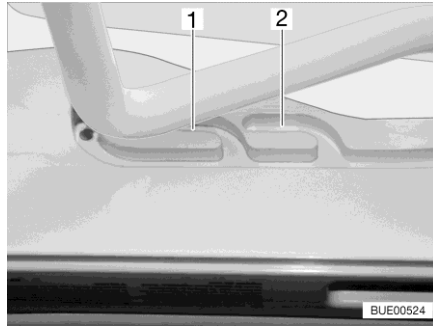
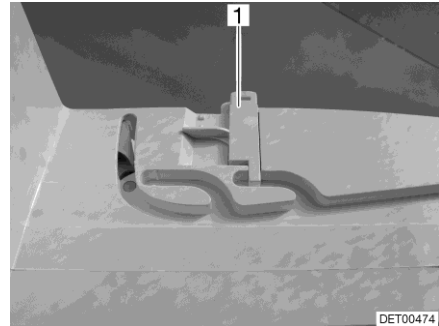

Fig. 122 Glissière (position de ventilation)
Fig. 123 Verrouillage (position de ventilation)
Il est possible d'amener le lanterneau Heki en deux positions de ventilation : Position pour mauvais temps (Fig. 122,1) et position intermédiaire (Fig. 122,2). Selon l'équipement, il est possible de verrouiller le lanterneau en position intermédiaire avec les deux verrous (Fig. 123,1) à gauche et à droite du cadre du lanterneau.
- Pousser légèrement l'étrier vers le haut, le pousser dans la glissière choisie (Fig. 122,1 ou 2) et le verrouiller si nécessaire.